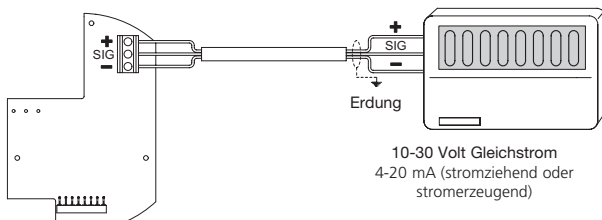

Abbildung 13: **Xgard Typ 5**, elektrische Anschlüsse
2. Sicherstellen, dass alle elektrischen Anschlüsse korrekt gemäß Abbildung 13 vorgenommen wurden.